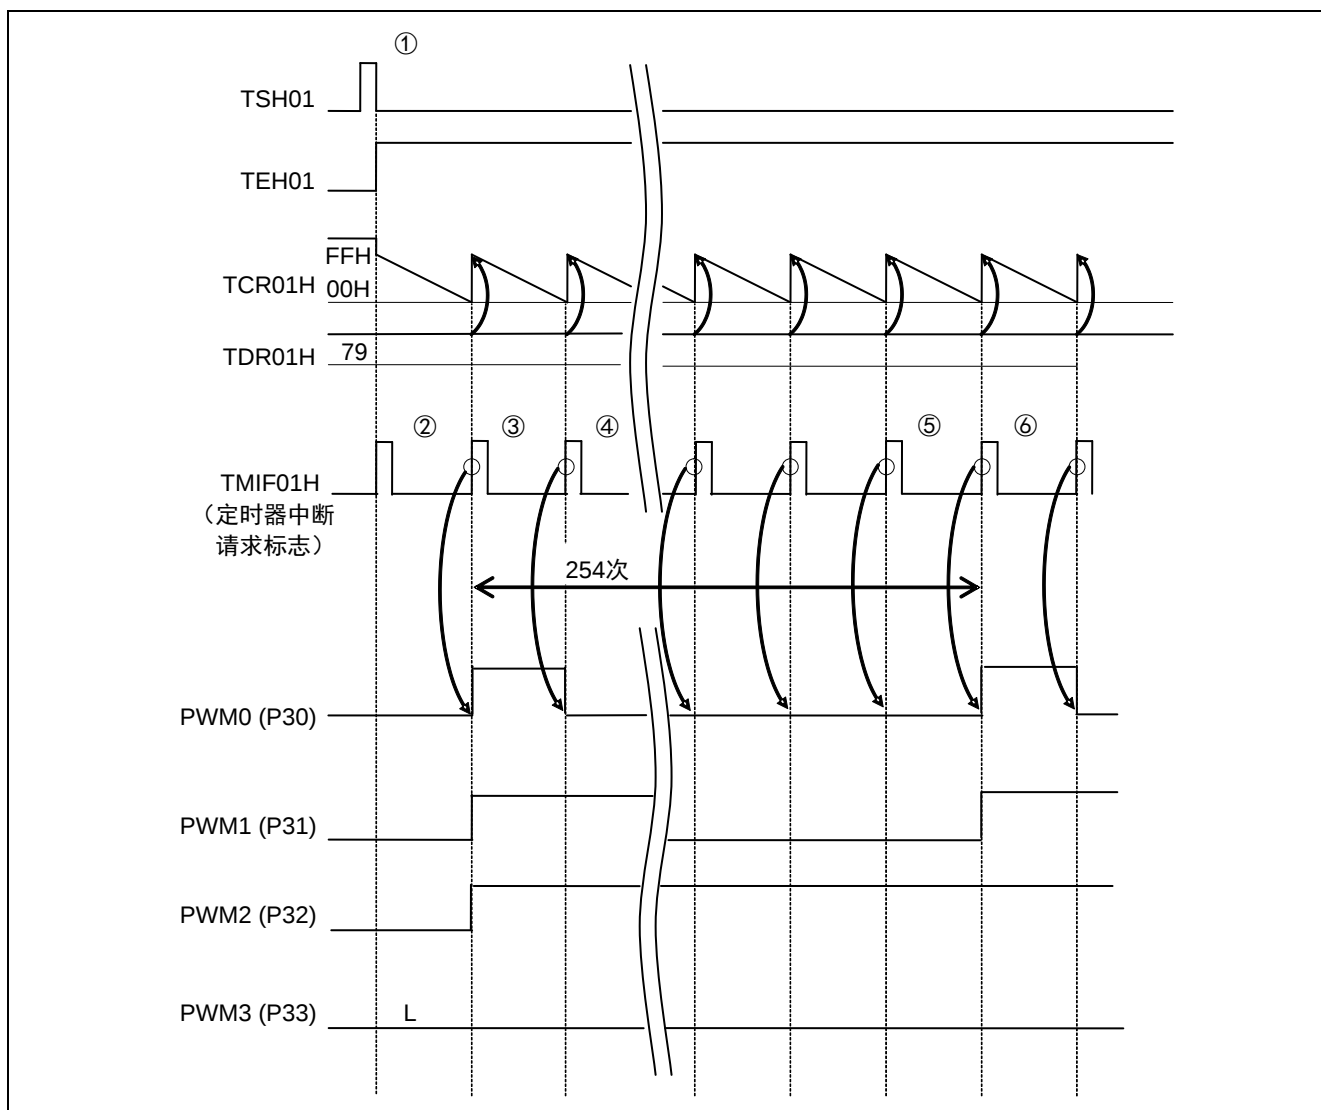

图 1.3 多重 PWM 输出的时序图
如有按键输入，则从占空比数据中选择下一组数据，经过相同的操作，即可变更 PWM 信号的占空比。多重 PWM 输出的时序图，请参见“图 1.3”。
- ① 设置输出数据的初始值，启动定时器（TAU 通道 1）。当被指定的占空比为 0% 时初始值设 0，除此之外的其他情况则设 1。（“图 1.3”为 PWM3 = 0% 的情况。）
- ② 定时器启动后，会立即产生 TAU 通道 1 的中断（INTTM01H），请忽略此次中断。CPU 在 HALT 模式下等待定时器中断。
- ③ TAU 通道 1 的中断（INTTM01H）发生后，设好的初始值被输出到端口并开始运行。此时，对应于各个 PWM 信号的用来指定占空比的计数器进行递减计数，当值为 0 时，对应于输出的下一个输出数据被清零（相当于 PWM0）。另外，指定 PWM 信号周期的计数器也在进行递减计数。
- ④ 接下来，TAU 通道 1 的中断（INTTM01H）发生后，将准备好的下一个数据输出至端口。这里，PWM0 会输出 0，且同样是对应于各个 PWM 信号的用来指定占空比的计数器和指定 PWM 信号周期的计数器进行递减计数。
- ⑤ 当第 254 次有效 INTTM01H 发生，指定 PWM 信号周期的计数器递减计数变为 0 时，下一个数据变回初始值。当占空比为 100% 时，输出不会变为 0，保持 1 的状态。
- ⑥ 之后重复步骤③～⑤。